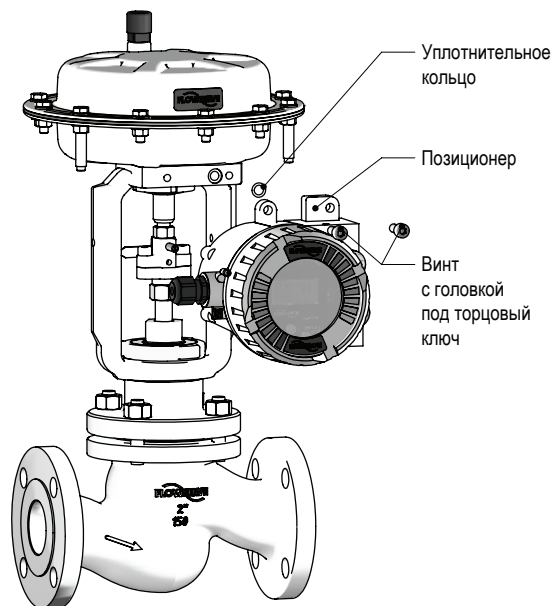

Рис. 7: Демонтаж позиционера
2. Снимите позиционер с клапана. (См. рис. 7: Демонтаж позиционера).